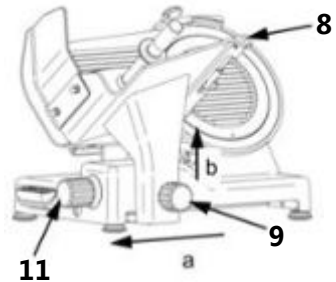

Abb. 29
- Entfernen Sie zur Reinigung den Schlitten (8) vom Gerät.
- Der Schlitten (8) kann nur dann demontiert werden, wenn der Schnittstärkenregler (11) auf die Position „0“ zurückgedreht wird und der Schlitten (8) ganz in Richtung Schnittstärkenregler (11) geschoben wird (a, Abb. 29).
- Schrauben Sie den Schlittenfeststellknopf (9) etwas ab und ziehen Sie den Schlitten zu sich hin. Sollte dieser sich nicht lösen lassen, ziehen Sie den Schlitten (8) noch einmal in Richtung Schlittenfeststellknopf (9).
- Schrauben Sie dann den Schlittenfeststellknopf (9) vollständig ab und ziehen Sie den Schlitten (8) nach oben ab (b, Abb. 29).
- Reinigen Sie den Schlitten (8) mit Handschutz (17), Schneidgutteller (6) und Schneidguthalter mit Pressvorrichtung (4) mit warmem Wasser, einem weichen Tuch und neutralem Reinigungsmittel. Spülen Sie mit klarem Wasser nach, um Reinigungsmittelrückstände zu entfernen. Trocknen Sie die gereinigten Teile gründlich ab, bevor Sie sie wieder am Gerät montieren.